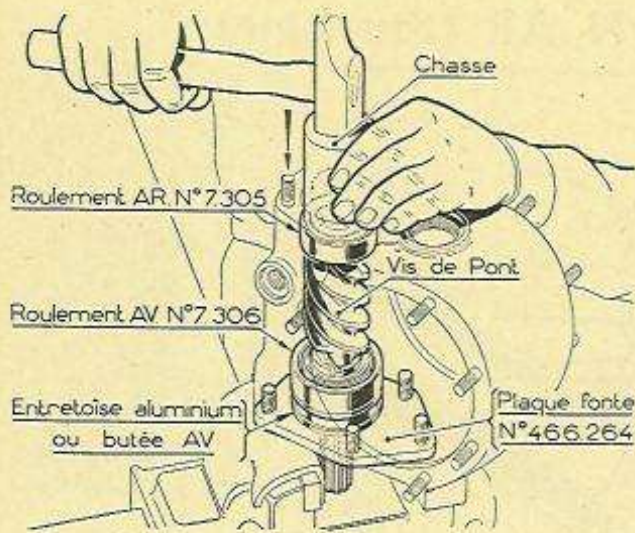

Figure 51.
- Plonger le carter dans un récipient rempli d'eau bouillante : lorsque la température s'est équilibrée, maintenir le carter sur un étau garni de mordaches en plomb, convenablement ouvert, les cannelures de la vis orientées vers le bas (fig. 51).